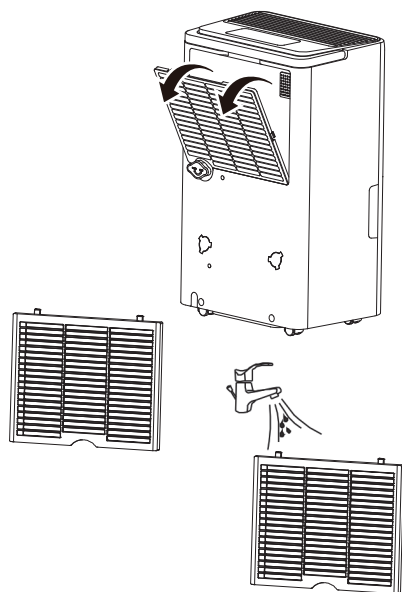

Рис. 5
8. Чистка фильтра (Рис. 5). Достаньте фильтр, промойте его в мыльной воде, прополощите в чистой воде, высушите и вставьте на место. В среднем, необходимо проводить чистку фильтров не реже чем раз в две недели при постоянном использовании. иначе производительность прибора может снизиться.